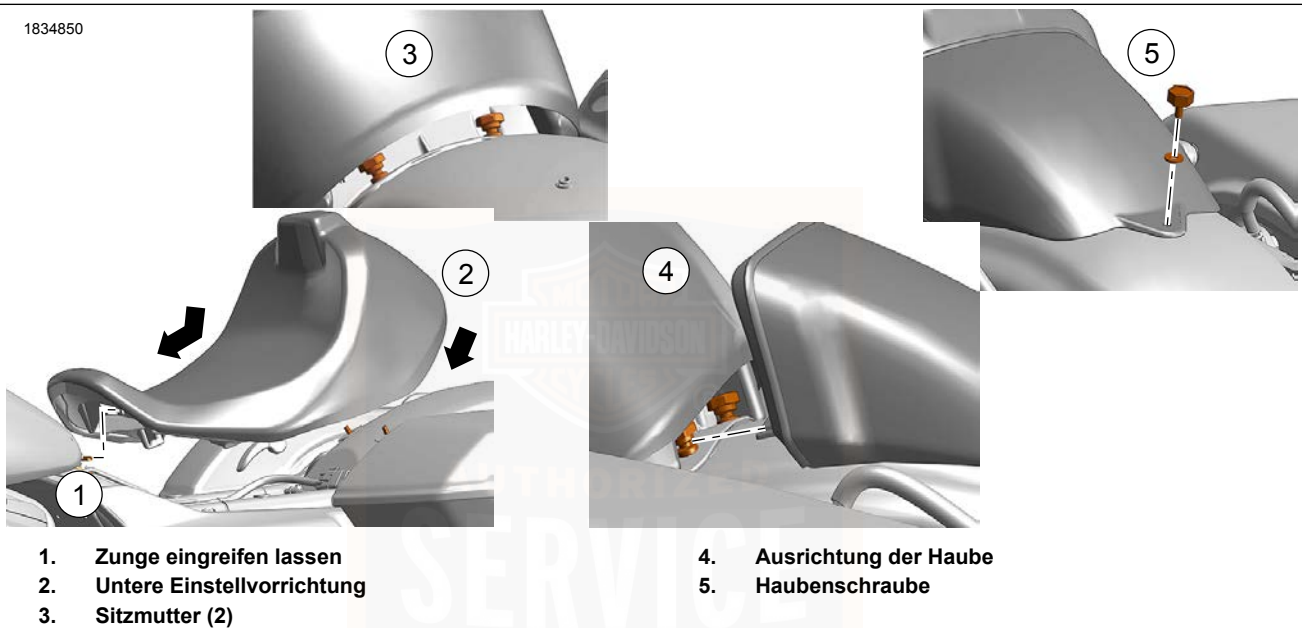

Abbildung 117. Sitz und Haube
1. Siehe Abbildung 117. Den Sitz nach vorne schieben, bis die Zunge am Rahmen in den Schlitz im Sitz (1) einrastet. Den hinteren Teil des Sitzes auf die Sitzbefestigungsbolzen (2) absenken.
2. Die Sitzmuttern (3) einbauen. Festziehen. 0,9–1,7 N·m (8,0–15,0 **in-lbs**)